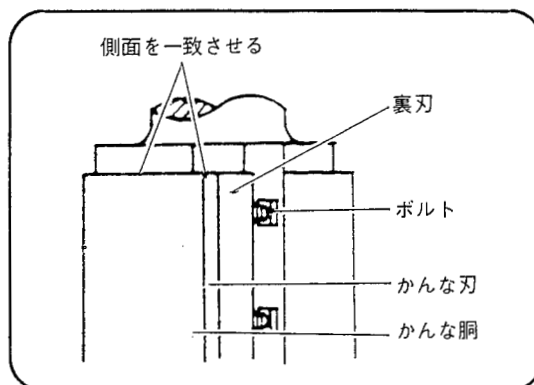

図 27
**注** ● このとき、かな刃とかな胴の側面を一致させるように取付けてください。(図 27 参照) 一致していないと自動テーブル両端で木材を削ったとき削り残しができます。